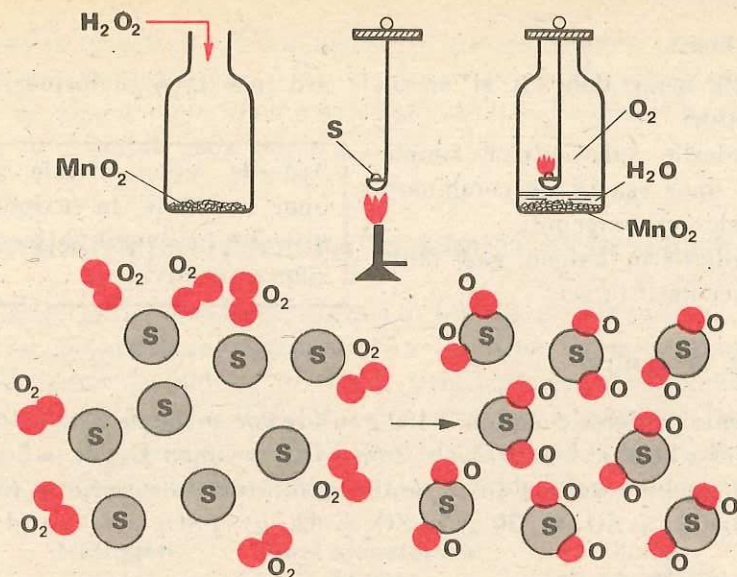

Fig. 4.13. Arderea sulfurului în oxigen
1. În două flacoane de sticlă introduceți o cantitate mică de MnO_2 . Pentru fiecare flacon pregătiți un capac de carton, străpuns de vergeaua unei linguri de ars. Luați o cantitate mică de sulf în lingura de ars și încălziți (fig. 4.13). Cu ce flacără arde sulful?